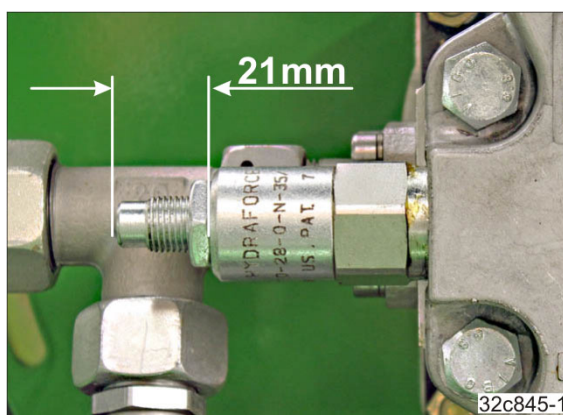

Fig. 172
2. Reglați supapa de limitare a presiunii la dimensiunea reglată din fabrică „21 mm“ (Fig. 172).